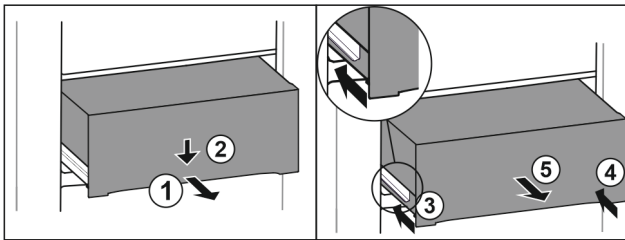

Fig. 86
- ▶ Vytiahnite zásuvku do polovice. Fig. 86 (1)
- ▶ Zatlačte zásuvku na prednej strane smerom nadol. Fig. 86 (2)
- ▶ Zasuňte ľavú koľajničku o cca 2 cm. Fig. 86 (3)
- ▶ Zasuňte pravú koľajničku o cca 2 cm. Fig. 86 (4)
- ▶ Odoberte zásuvku dopredu. Fig. 86 (5)